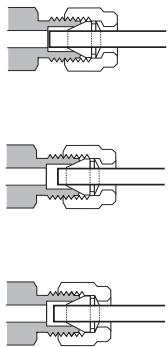

図 12 完成したフィッティング
- 10** 図 12 には、正しくねじ込まれた接続と正しくねじ込まれていない接続の両方が示されています。正しくねじ込まれたフィッティングのチューブの端は、破損しておらずまたフェラルの動作を妨げないことに注意してください。